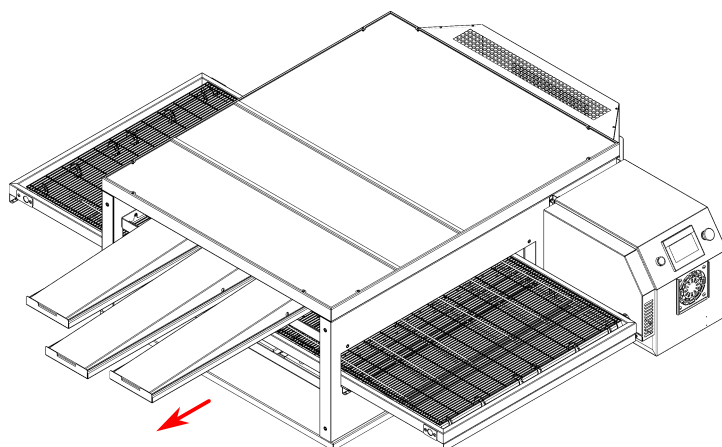

Рисунок 10
5. Снимите три верхних воздуховода, см. Рис. 10. Для этого возьмите каждый воздуховод за его конец, приподнимите и вытащите.